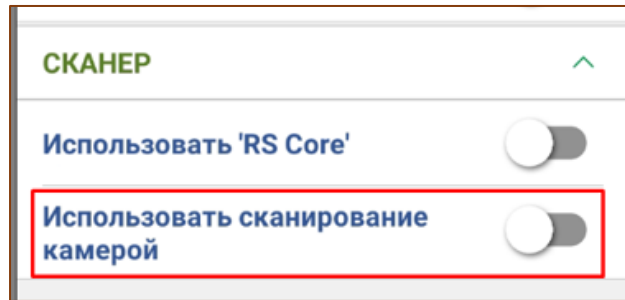

Рис. 5.13 - Использовать сканирование камерой
- Существует возможность сканирования с помощью камеры. Включить данную настройку можно в разделе «Сканер» (Рис. 5.13).